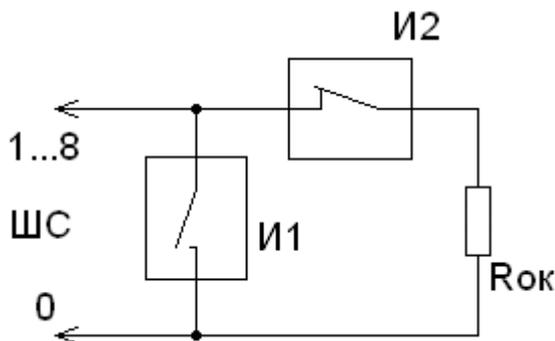

Рис. 3.3.
3.5. Схема подключения извещателей к БУ приведена на рис. 3.3.